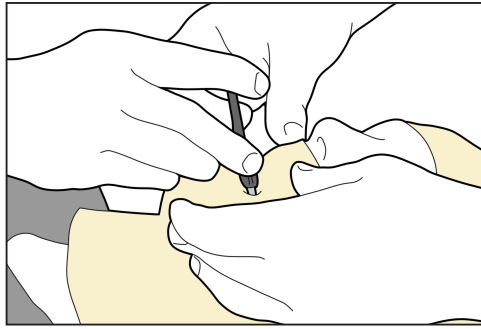

Fig. 12
3. Insira a placa de mordida através da máscara e na boca do paciente enquanto a máscara ainda é formável (Fig. 12).
4. Utilize o guia para inserir a placa de mordida com a profundidade adequada (Fig. 12).